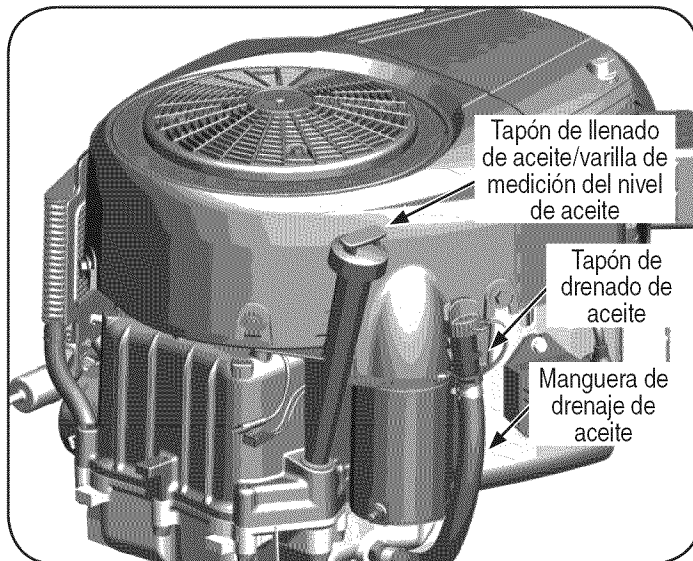

Figura 27
2. Retire el tapón de llenado de aceite/la varilla de nivel de aceite del tubo de llenado. Vea la Figura 27.